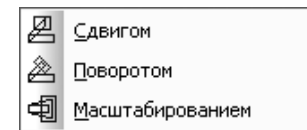

Рис. 4.157. Всплывающее меню пункта **Деформация** выпадающего меню пункта **Редактор** главного меню
- **Деформация** вызывает всплывающее меню, показанное на рис. 4.157;